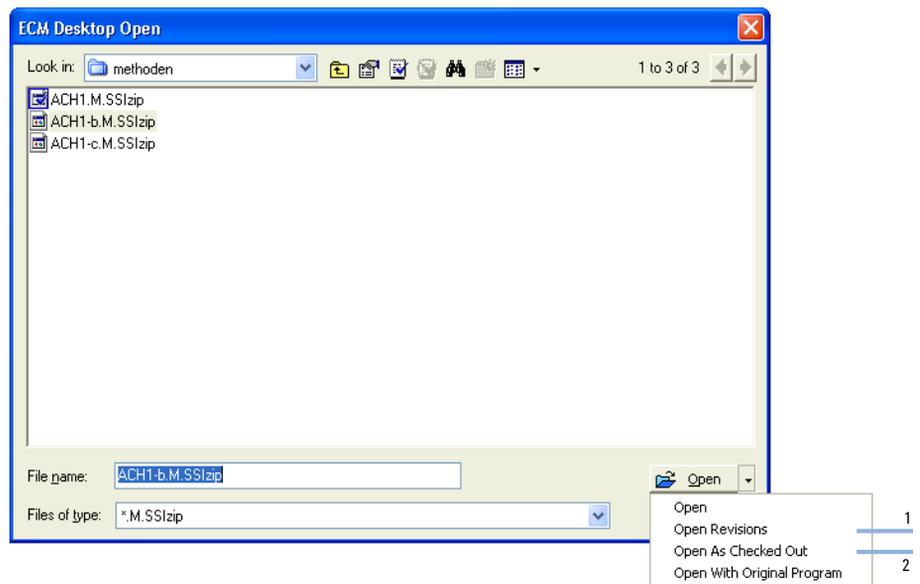
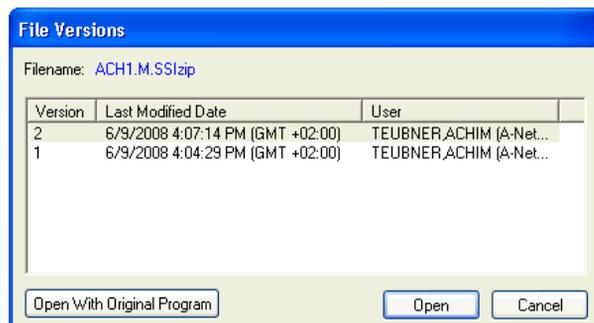

Abbildung 19 Befehl Versionen öffnen
Abbildung 20 Dialogfeld Dateiversionen
Weitere Informationen zu Art und Version der verfügbaren Elemente erhalten Sie in der Ansicht **Detail** (siehe Abbildung 18 auf Seite 76, Markierung 3). Zum Öffnen einer älteren Version eines Elements wählen Sie den Befehl **Open Revisions** im Menü **Open** (siehe Abbildung 19 auf Seite 77, Markierung 1). Es erscheint das Dialogfeld **File Versions**, in dem alle verfügbaren Versionen des Elements aufgelistet sind (siehe Abbildung 20 auf Seite 78).
- 3 Wählen Sie **Open** in einem der Dialoge, um das Element in die ChemStation zu laden. Um zu verhindern, dass andere Benutzer den Eintrag ändern, ist es möglich, den Befehl **Open As Checked Out** zu verwenden, um das Element als ausgecheckt im ECM zu markieren (siehe Abbildung 19 auf Seite 77, Markierung 2).